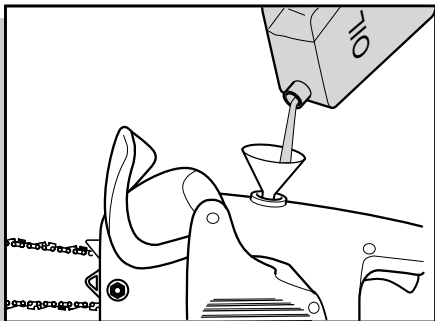

fig. 7
- Retirar a tampa do reservatório de óleo e, com um funil, deitar o óleo lubrificante até encher, então fechar bem a tampa (fig.7).